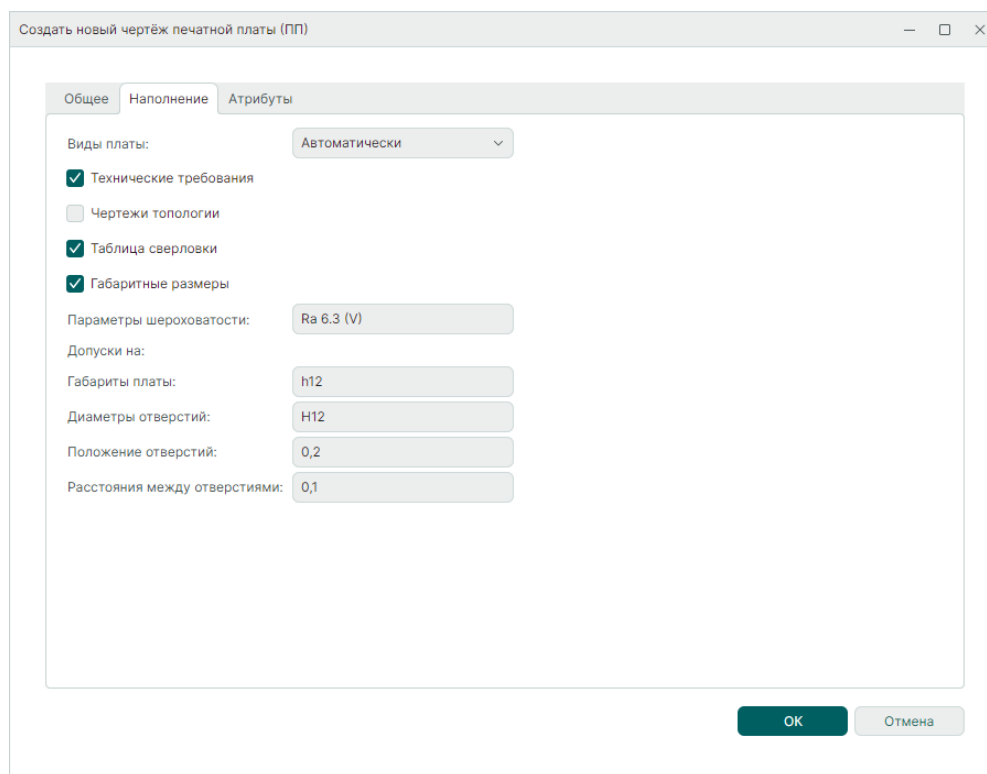

Рис. 73 Вкладка «Наполнение»
4. Определите настройки размещаемых видов и объектов во вкладке «Наполнение», см. Рис. 73.